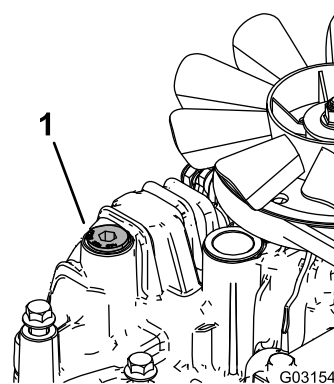

**Figure 72**
5. Localisez le bouchon de vidange au bas de chaque transmission et placez un bac de vidange sous les bouchons (Figure 72).